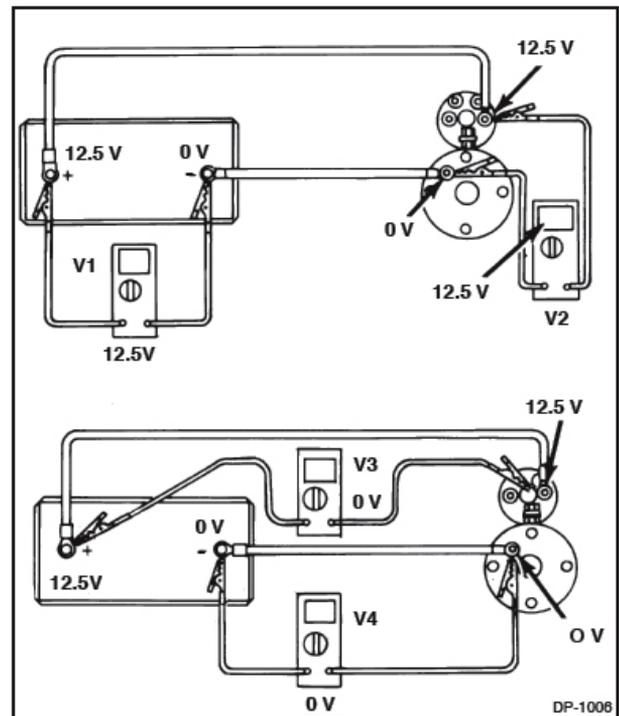

Figura 1-6. Lectura del Voltímetro sin Flujo de Corriente
1-14. MEDICIÓN DEL VOLTAJE CON VOLTÍMETRO. El voltímetro se usa para medir la presión eléctrica ó voltaje. La unidad de medida es el volt. Los voltímetros siempre se conectan transversalmente o en paralelo en una parte del circuito eléctrico (Figura 1-6, 1-7). El voltímetro mide la diferencia de potencial entre dos puntos donde este está conectado.
1-16. USO DEL VOLTÍMETRO. (Figura 1-6 a la 1-8) muestran el apropiado uso del voltímetro y los tipos de lectura esperadas.
1. En la Figura 1-6 muestra utilización del voltímetro sin flujo de corriente, esto sin operar la marcha.